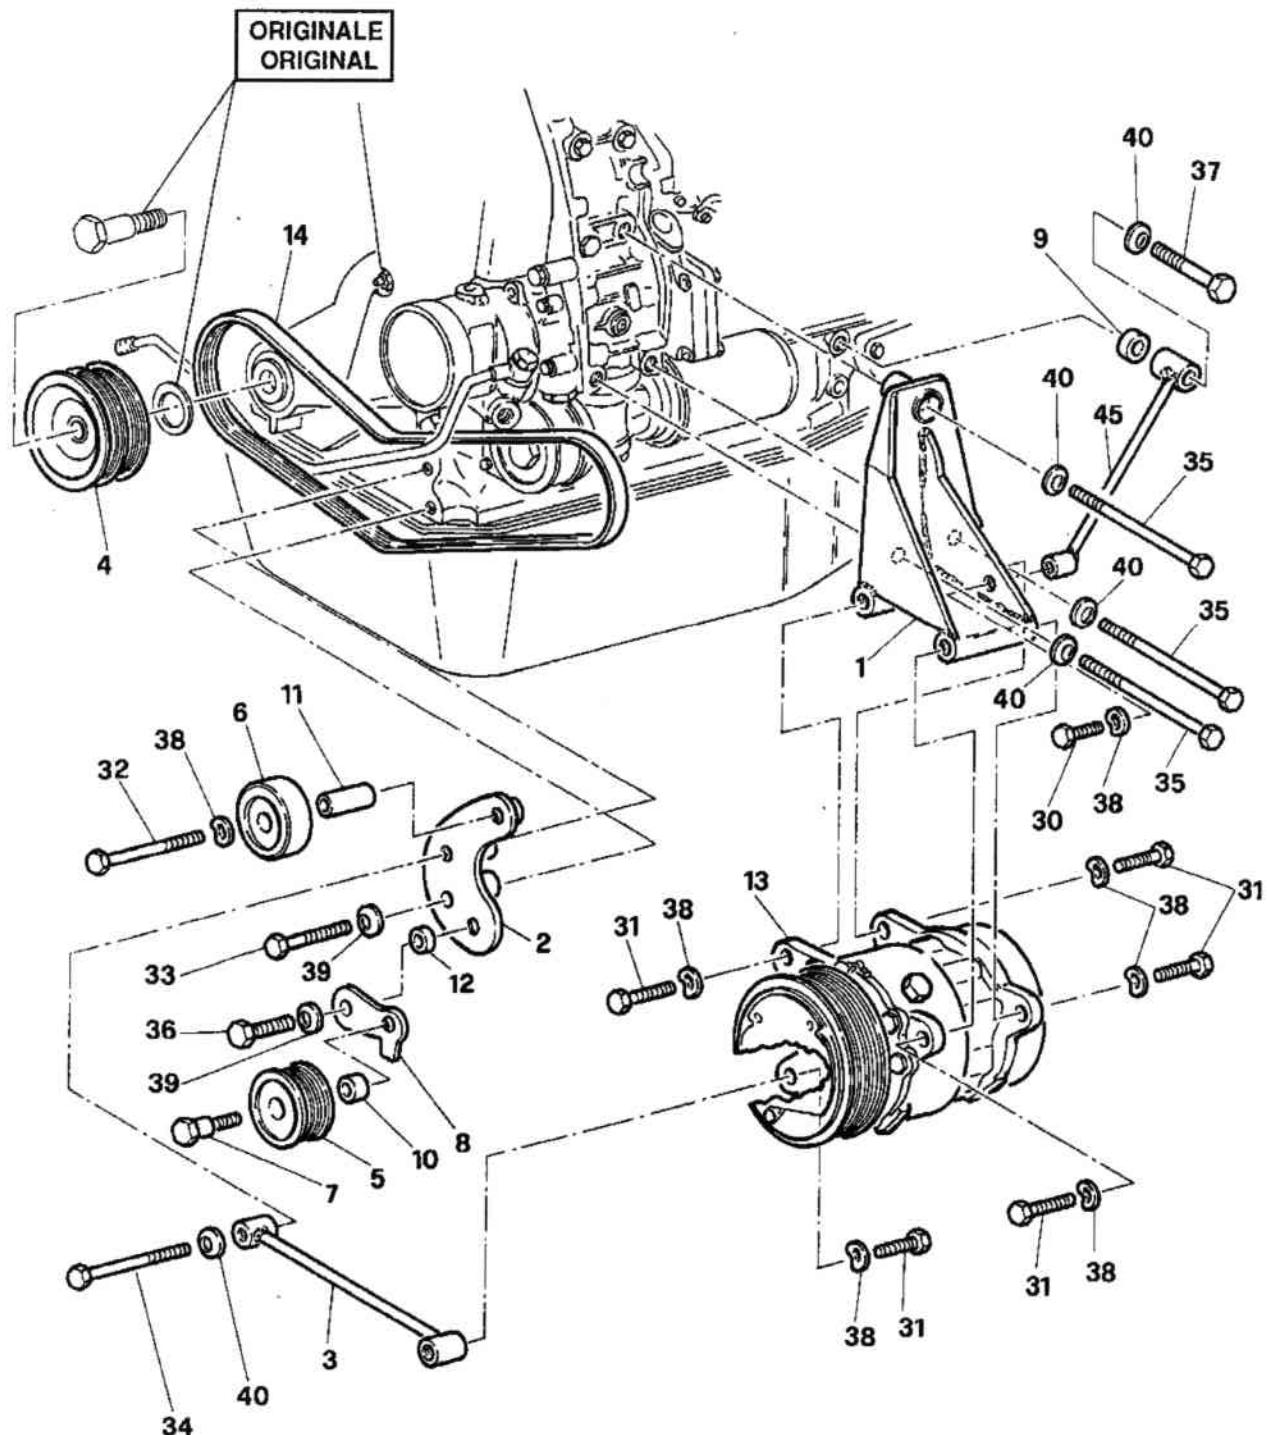

FIG. 8
I Montare la piastra supporto compressore «1» fissandola al blocco motore, in corrispondenza dei punti «a-b-c» di fig. 4 mediante viti e rondelle fornite. Montare il tirante «45» fissandolo alla piastra «1» ed al blocco motore (punto «d» di fig. 5) mediante bulloneria fornita (vedi anche figura seguente). Confrontare con schema riassuntivo di fig. 8.
F Monter la plaque de support compresseur «1» en la fixant au bloc moteur, en correspondance des points «a-b-c» de la fig. 4, à l'aide de la vis et de la rondelles fournies. Monter le tirant «45» en le fixant à la plaque «1» et au bloc moteur (point «d» de la fig. 5), à l'aide de la boulonnerie fournie (voir également la figure suivante). Comparer avec le schéma récapitulatif de la fig. 8.
Also see the diagram in Fig. 8.
D Kompressorträger «1» einbauen und am Motorblock in Übereinstimmung der Punkte «a-b-c» der Abb. 4 mit Schraube und U-Scheibe befestigen. Stütze «45» einbauen und an Träger «1» und an Motorblock (Punkt «d» der Abb. 5) mit geliefertem Schraubensatz befestigen (siehe auch folgende Abbildung). Mit Schaltschema der Abb. 8 vergleichen.
Comparar con esquema resumido de fig. 8
- I** Fissare il compressore «13» alla piastra «1» mediante bulloneria fornita (confrontare con schema riassuntivo di fig. 8 e con figure seguenti). Raccordare la cinghia di trasmissione fornita «14» al compressore.
- F** Fixer le compresseur «13» à la plaque «1», à l'aide de la boulonnerie fournie (comparer avec le schéma récapitulatif de la fig. 8 et des figures suivantes). Raccorder la courroie de transmission fournie «14» au compresseur.
- GB** Secure the compressor «13» to plate «1» using the nuts and bolts provided (also see the diagram in Fig. 8 and the following figure). Hook up the supplied transmission belt «14» to the compressor.
- D** Kompressor «13» an Träger «1» mit geliefertem Schraubensatz befestigen (mit Schaltschema der Abb. 8 und den folgenden Abbildungen vergleichen). Antriebsriemen «14» an Kompressor anschließen.
- E** Fijar el compresor «13» a la placa «1» mediante tornillería abastecida (comparar con esquema resumido de fig. 8 y con figuras siguientes). Emplamar la correa de transmisión abastecida «14» al compresor.
Confrontare con schema riassuntivo di fig. 8.
Comparer avec le schéma récapitulatif de la fig. 8.
See diagram in Fig. 8.
Mit dem Schaltschema der Abb. 8 vergleichen.
Confrontare con schema riassuntivo di fig. 8 e figura seguente.
Comparer avec le schéma récapitulatif de la fig. 8 et de la figure suivante.
See diagram in Fig. 8 and the following figure.
Confrontar con esquema resumido de fig. 8 y figura siguiente.